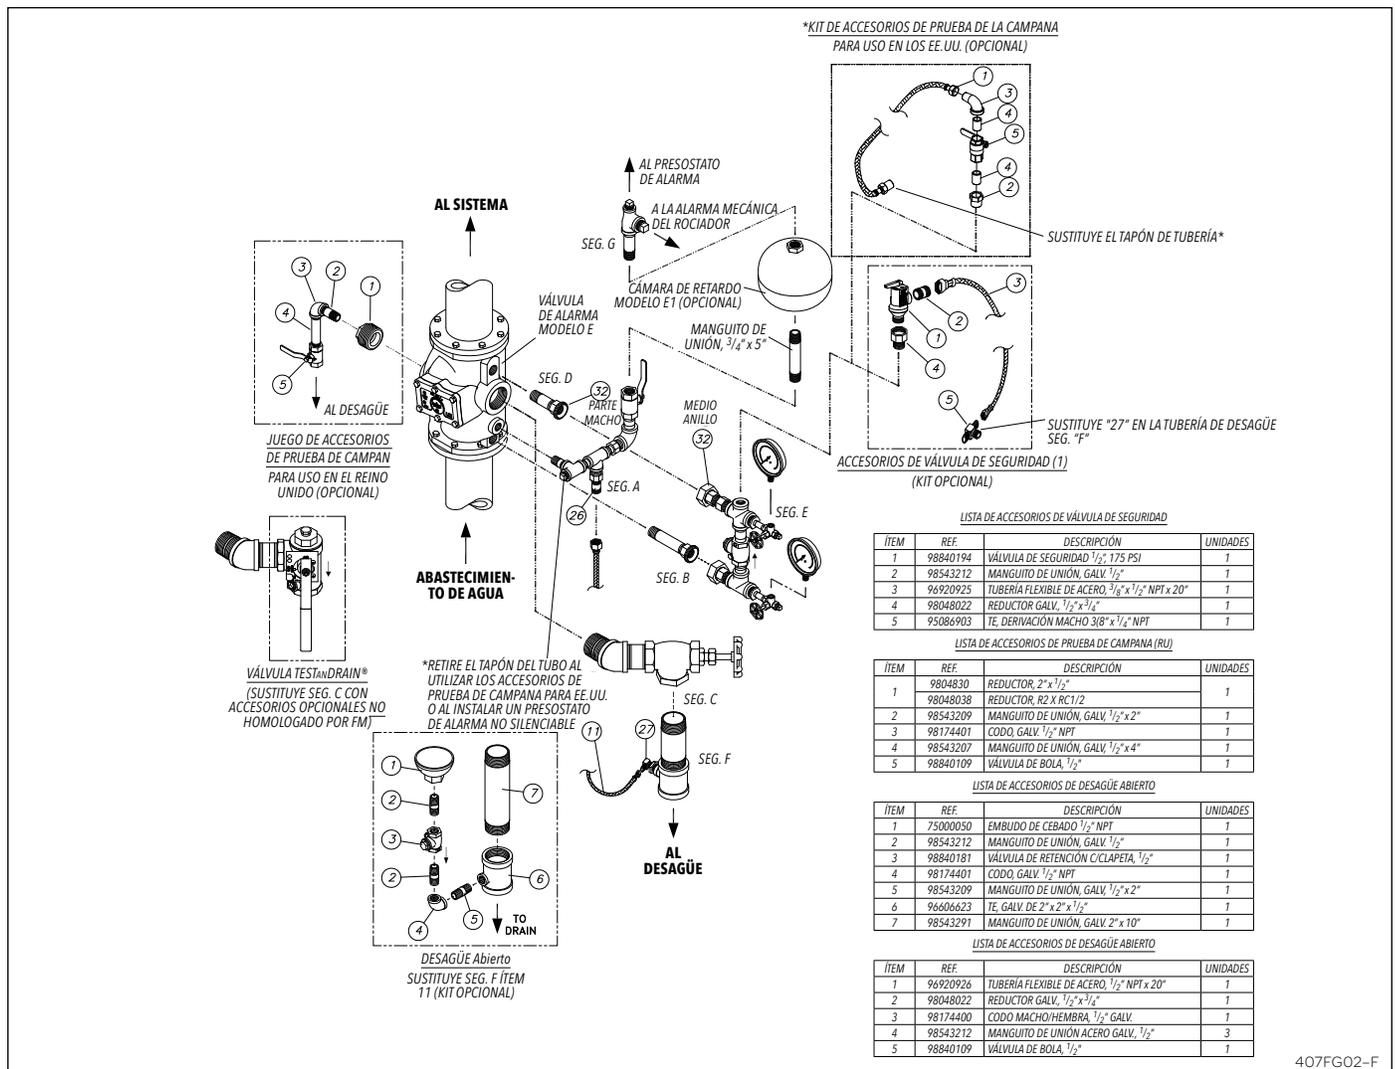

Fig. 2 - Válvula de alarma modelo E de 8", bridas de entrada y salida, presión variable, desagüe abierto
El juego de accesorios E3 de la válvula de diluvio Reliable modelo E (Fig. 2) están dispuestos para un montaje rápido, fácil y compacto, y sirven para conectar las alarmas mecánicas y otros dispositivos de Reliable. También sirven para comprobar el funcionamiento de los dispositivos de alarma sin que se dispare el sistema. Hay disponibles tres juegos de accesorios básicos modelo E-3 para la válvula de alarma modelo E:
Se requiere el kit opcional de línea de desagüe (Fig. 2, 3 y 5) Este juego de accesorios se utiliza cuando el abastecimiento de agua es de presión variable. Se incluye un embudo de goteo para vaciar la cámara de retardo y la tubería de la alarma mecánica de rociadores. Esta conexión de desagüe debe tener tubería independiente del desagüe principal de 2" (50 mm).
• **Montaje vertical con presión variable (Fig. 2)**
• **Montaje vertical con presión constante (Figs. 2, 3 y 7)**
| 27        | 92056703   |                      | Codo macho, tubería de 3/8" x 1/4" NPT               | ver Fig. 2    | 1      |
|           | 6502141420 |                      | Desagüe abierto (kit opcional)                       | ver Fig. 2    | 1      |